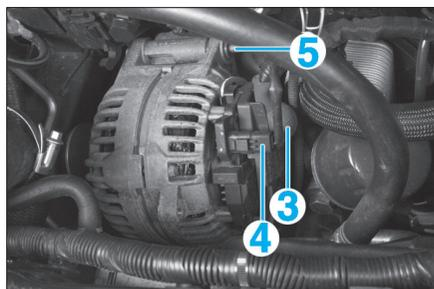

Fig. 3
- l'alimentation (3) (Fig.3),
- le connecteur (4).
- Déposer la vis de fixation supérieure (5).